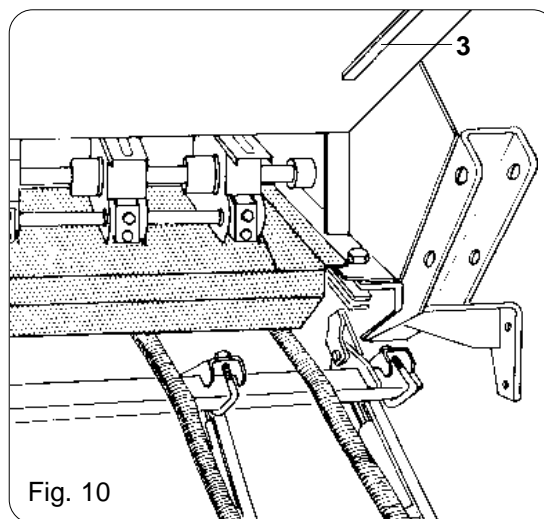

Fig. 10
SECONDO: ritirare la cassetta dall'alloggiamento di trasporto (3) e far slittare in senso orizzontale sotto i dispositivi di dosaggio (fig. 10).
SECOND: Remove the box from its transit housing (3) and slide it underneath the dosing devices (Fig. 10).